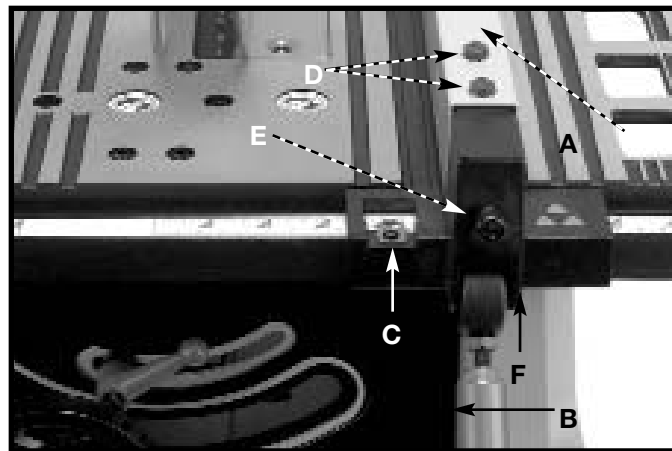

Fig. 33
1. Pour déplacer le guide longitudinal (A) fig. 33 le long de la table, soulever le levier de verrouillage du guide, le glisser jusqu'à l'emplacement voulu sur la table puis pousser vers le bas sur le levier de verrouillage du guide (B).
4. Positionner le guide près de la fente de la jauge à onglet (figure 33). Installer le guide sur la table en poussant le levier de verrouillage (B) vers le bas. Le bord du guide devrait être parallèle à la fente de la jauge à onglet.
5. Si un réglage est nécessaire, desserrer les deux vis (D) fig. 33 et lever le levier de verrouillage (B).
6. Régler le serrage du guide (A) fig. 33 en soulevant le levier de verrouillage (B) et en tournant la vis (E) en sens horaire pour augmenter ou dans le sens antihoraire pour réduire le serrage du guide.